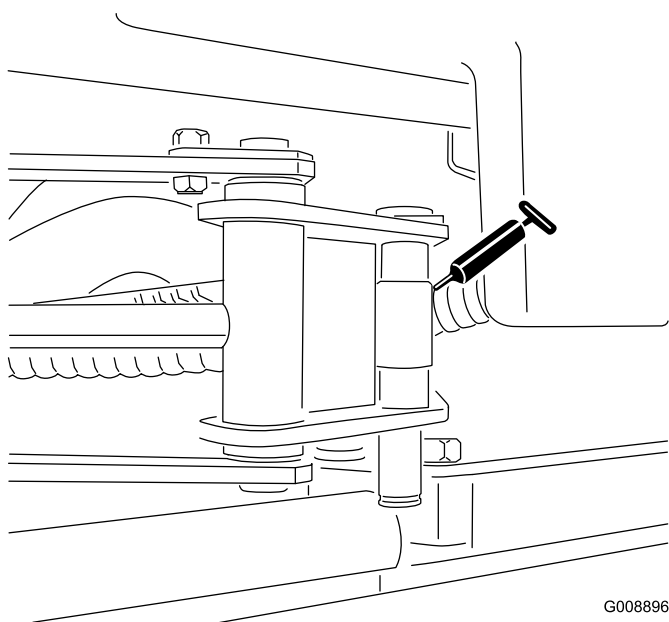

Figura 58
- Extremidades do cilindro Sidewinder (2 guarnições; apenas Modelo 03171 —Figura 58)